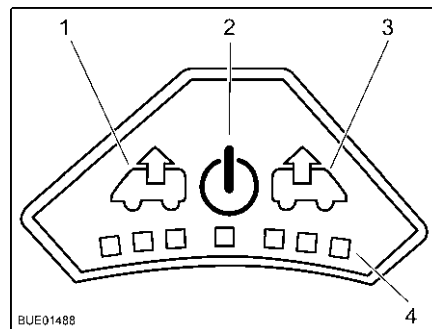

Fig. 125 Panneau de commande du ventilateur
- Appuyer sur la touche Marche/Arrêt (Fig. 125,2). Le ventilateur fonctionne en mode confort (aération à faible vitesse de rotation).
- Pour augmenter la vitesse de rotation du ventilateur, appuyer sur la touche Ventiler (Fig. 125,1). La vitesse de rotation du ventilateur augmente d'un niveau de puissance dans le sens de l'échappement. Les DEL (Fig. 125,4) montrent les niveaux de puissance.
- Pour réduire la vitesse de rotation du ventilateur, appuyer sur la touche Aérer (Fig. 125,3). La vitesse de rotation du ventilateur diminue d'un niveau de puissance.
- Pour augmenter la vitesse de rotation du ventilateur, appuyer sur la touche Aérer (Fig. 125,3). La vitesse de rotation du ventilateur augmente d'un niveau de puissance dans le sens de l'aération. Les DEL (Fig. 125,4) montrent les niveaux de puissance.
- Pour réduire la vitesse de rotation du ventilateur, appuyer sur la touche Ventiler (Fig. 125,1). La vitesse de rotation du ventilateur diminue d'un niveau de puissance.
- Appuyer sur la touche Marche/Arrêt (Fig. 125,2). Le ventilateur s'arrête, les DEL s'éteignent.